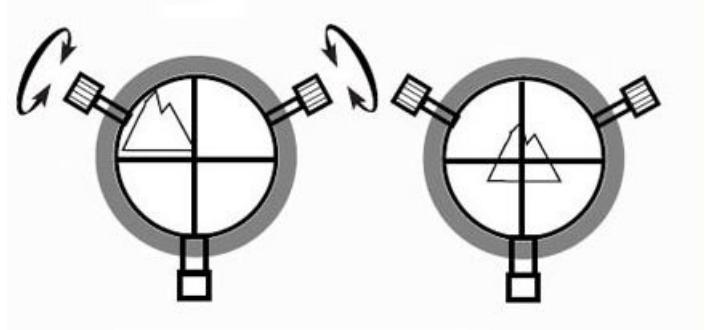

Рис. 5.1.1b
- С помощью винтов настройки искателя совместите перекрестие искателя с объектом. Например, для искателя 6x30 используйте два винта настройки (рис. 5.1.1b).